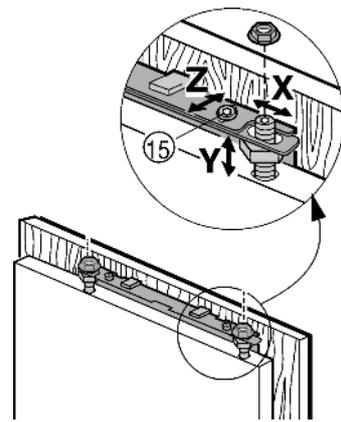

Fig. 17
- ▶ Möbeltür in der Tiefe Z ausrichten: oben Schrauben Fig. 17 (15), unten Schrauben Fig. 18 (24) lösen, dann Tür verschieben.